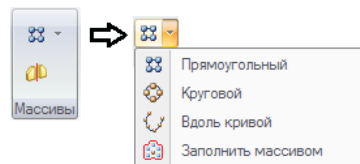

Рис. 2.5.1. Команды создания массивов
Массив – процедурный элемент Solid Edge, с помощью которого родительский элемент или набор элементов размножается по прямоугольнику или вдоль кривой, заполняет область или отражается зеркально. Соответствующие команды массива располагаются в группе **Массивы** на вкладке **Главная** (рис. 2.5.1) и становятся доступны только после выбора геометрии для размножения.
- запустить соответствующую команду (рис. 2.5.1);
Команда **Зеркальное отражение** (рис. 2.5.1) является разновидностью массива и создает зеркальную копию родительских элементов относительно заданной плоскости симметрии. Зеркальному отражению, помимо традиционных элементов, доступных для размножения массивом, может подвергаться и все тело модели.